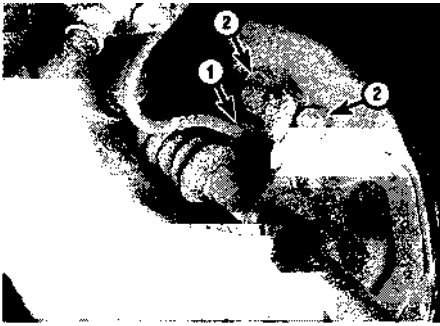

Рис. 7.4. Отсоедините трубопровод (1) и отверните два болта крепления тормозного цилиндра [2]
- 4 Отсоедините тормозной трубопровод (см. рис. 7.4).